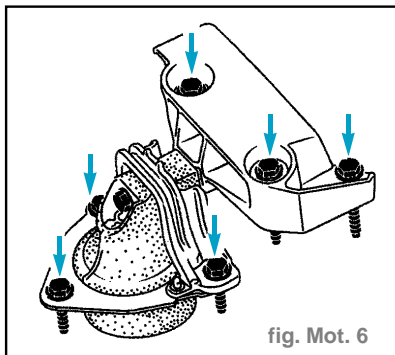

fig. Mot. 6
- la coiffe de suspension pendulaire (fig. Mot. 6),